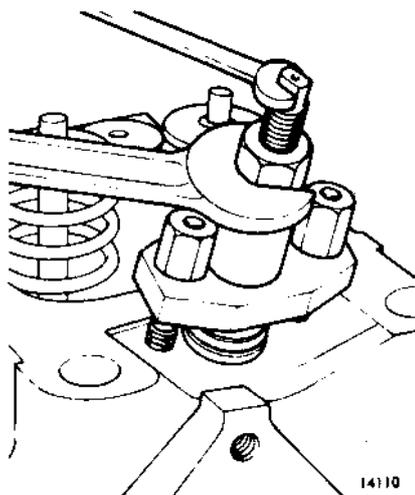

Fig. 26.
8. Immobiliser la broche de l'outil d'évasement et visser vers le bas le gros écrou (figure 26). L'axe de l'outil d'évasement est alors pressé à travers la partie inférieure de la douille d'injecteur.